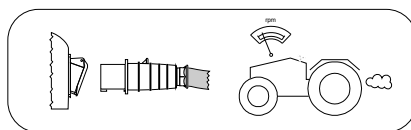

fig. 4b
6. Assurez-vous qu'aucun appareil est branché sur les prises de tableau électrique: mettre en marche le tracteur, et accélérer légèrement, en vérifiant l'absence de vibrations et/ou de bruits anormaux (fig. 4b).